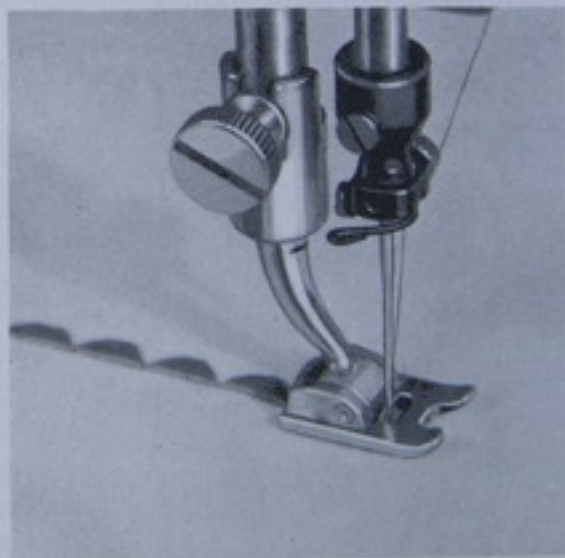

Fig. 37
- 2.—Adapte el prensatelas para coser (FIG. 22). No confundirle con el prensatelas de bordar (FIG. 37), éste lleva una marca negra en el cuerpo del prensatelas.
Para las puntadas de adorno muy cortas (modelo b) de la figura 38, es necesario emplear el prensatelas para bordar (FIG. 37). La cara inferior de este prensatelas está acanalada y el cuerpo marcado con un trazo negro.
- 1.—Adapte el prensatelas de bordar (FIG. 37).